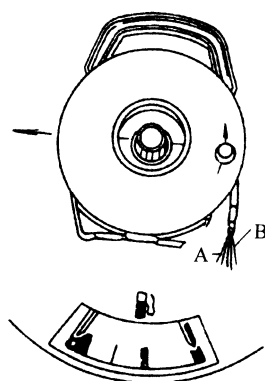

图 9-62 检查燃油表
(1) 在蓄电池电量充足的情况下, 拔下燃油表传感器插头。如图 9-62 所示, 利用辅助接线 V.A.G1594 将燃油表传感器插头与检测仪 V.A.G3101 连接。